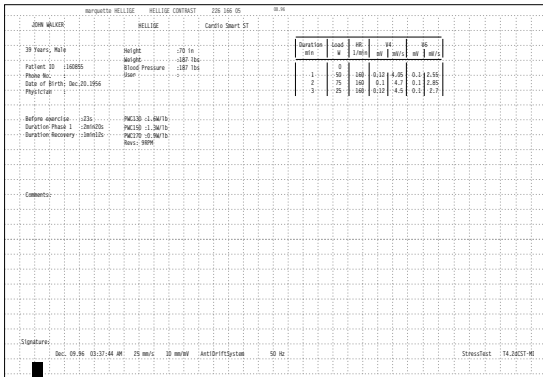

Bild 7-11. Patientendaten und Meßwerttabelle
- 1 Blatt mit Patientendaten und Meßwerttabelle (Bild 7-11),